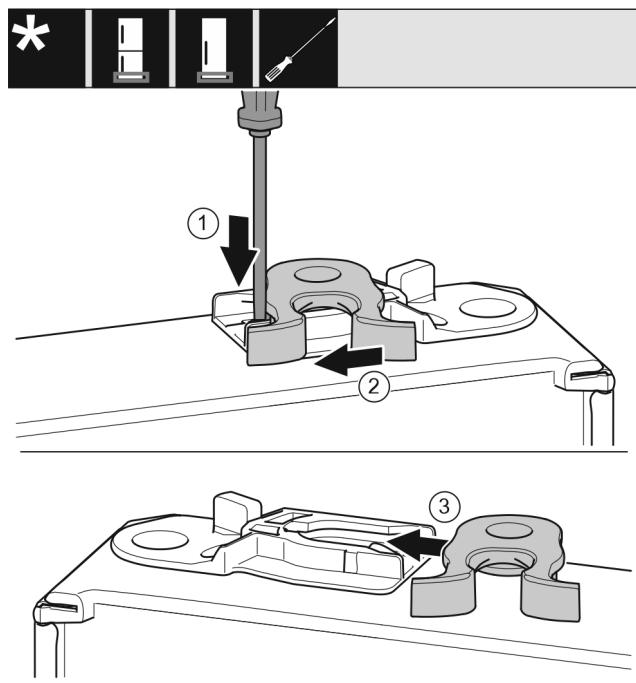

Fig. 39 \*
- За допомогою шліцьової викрутки притисніть накладку Fig. 39 (1) униз.\*
- Витягніть із напрямної запірний гачок Fig. 39 (2).\*
- Вставте запірний гачок Fig. 39 (3) у напрямну з іншого боку.\*